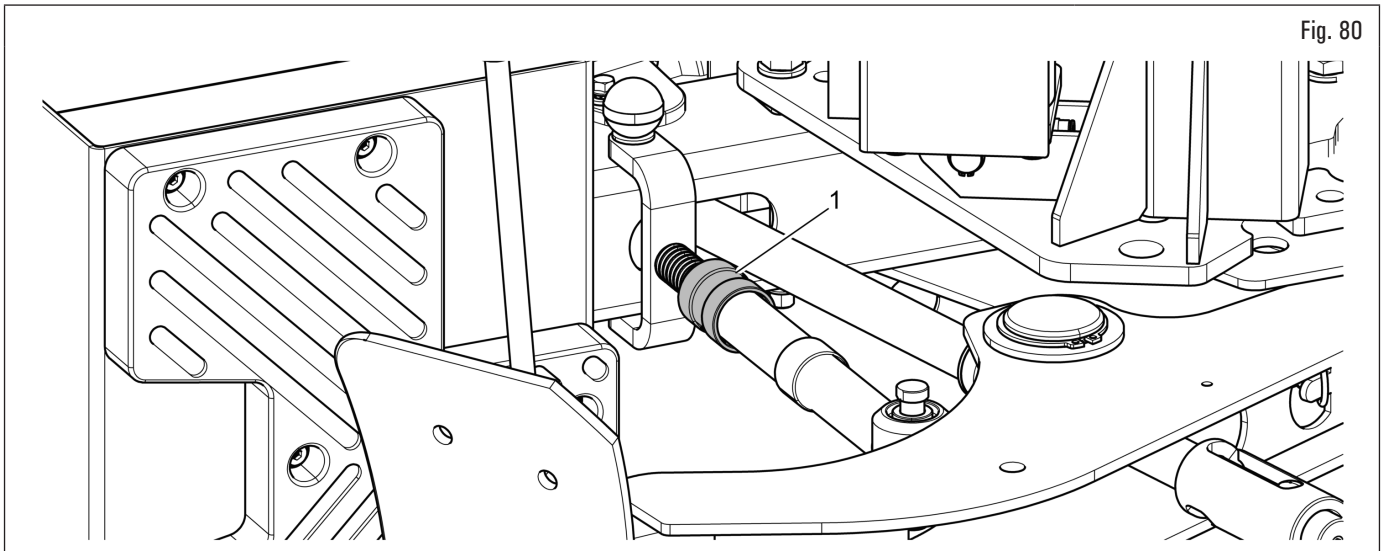

Fig. 80
2. régler la course du limiteur course décolle-pneus en agissant sur sa bague de réglage (Fig. 80 réf. 1), de manière à ce que la palette puisse pénétrer au-delà du bord de jante sur une hauteur égale à la hauteur d'une cale de la rallonge pousse-talon ;